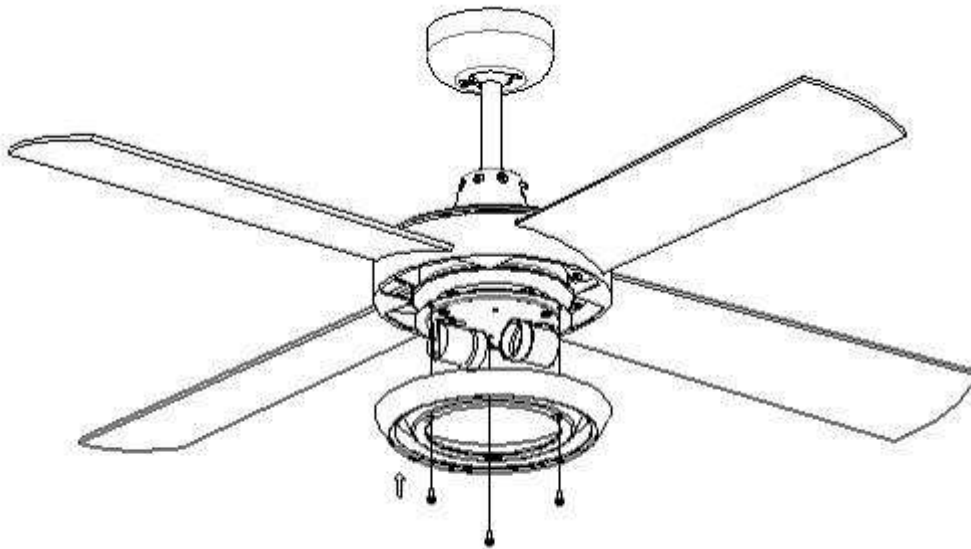

Abb. 7
6. Lösen Sie die Leuchtplatte wie in Schritt 4 beschrieben und schrauben Sie sie, wie in Abb. 7 dargestellt, fest.